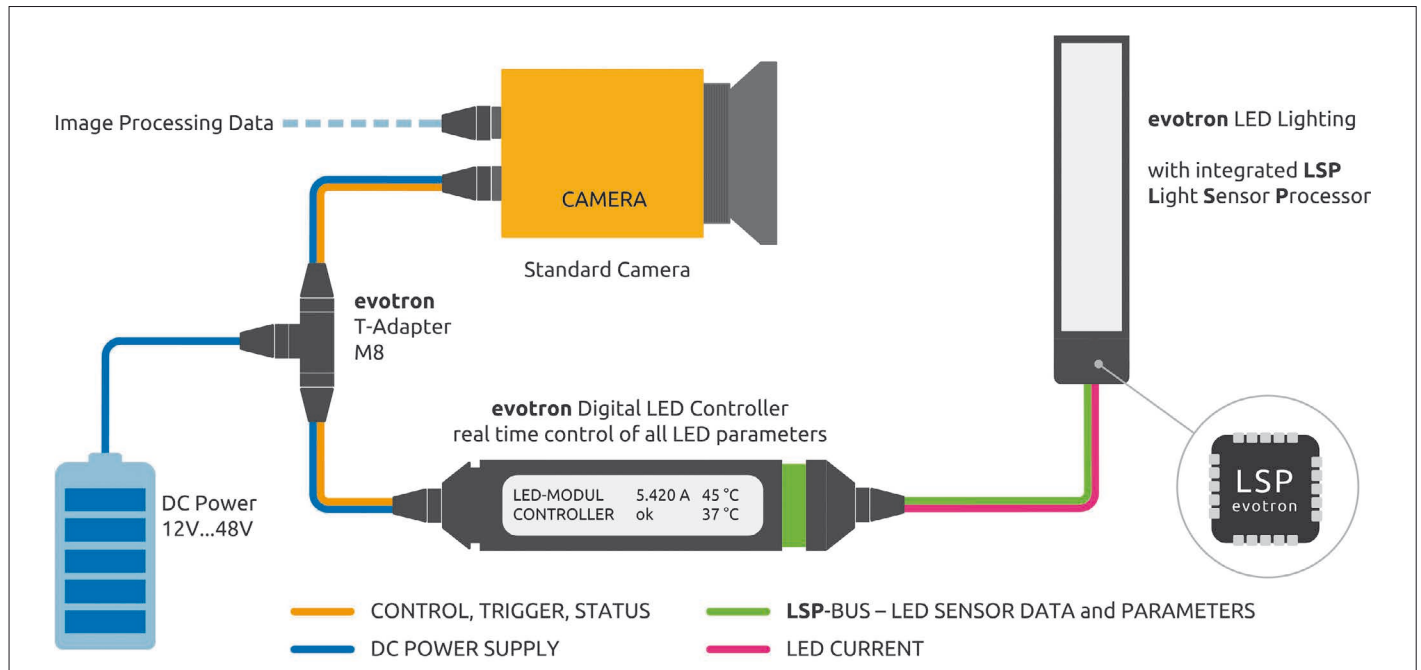

Bild 4: Mit vier M8-Standardkabeln und einem M8-T-Adapter ist die gesamte Verdrahtung einer auf 20 ns genau getriggerten Blitzapplikation erledigt.
8. Ökonomisch sparsame Verkabelungskonzepte. Die Verdrahtung zwischen Maschinensteuerung, Kamera, Beleuchtung und Controller wird auf ein Minimum reduziert. Störfestigkeit und Zuverlässigkeit der Gesamtanlage werden verbessert (Bild 4).